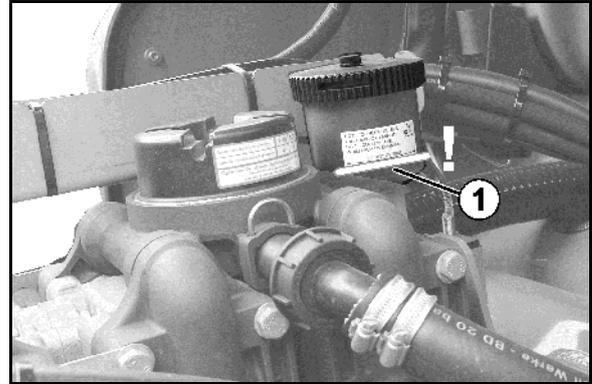

Fig. 197
2. Soplar el vaporizador (Fig. 197/2) y el radiador de agua caliente (Fig. 197/3) con presión de aire (máximo 5 bar).
3. Cambiar las juntas dañadas (Fig. 197/1) debajo de la cubierta.